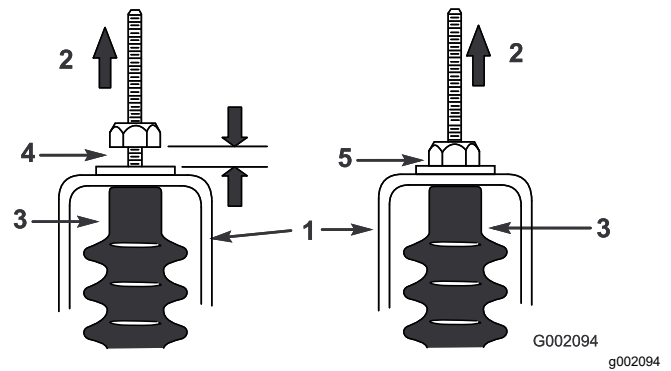

Figure 59
5. Tirez sur chaque câble d'inverseur et vérifiez qu'un espace de 0,76 à 1,52 mm (0,03 à 0,06 po) existe entre l'écrou/la rondelle et la patte de réglage du point mort (Figure 59).